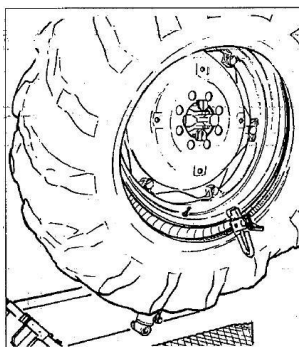

Fig.7.14
- 19) Løft hjulet igen og monter PC clipsen på den yderste kant af fælgen, omkring 20cm til højre for ventilen. (See Fig.7.14)